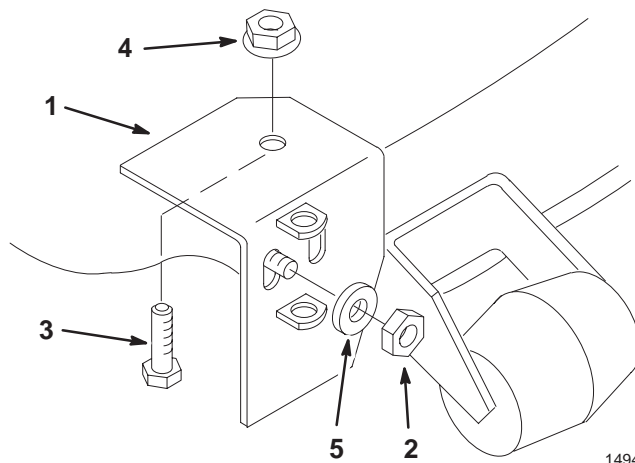

Figure 39
1. Déposez le support de pivot du plateau de coupe (Fig. 39).